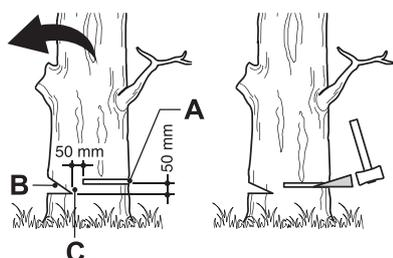

Fig. 37
Effectuez une entaille (fig. 37, B) d'une profondeur égale à 1/3 du diamètre de l'arbre, perpendiculairement au sens de la chute (fig. 37). Faites la coupe horizontale en premier. Ainsi, la chaîne et le guide-chaîne ne risqueront pas d'être coincés dans le bois lorsque vous ferez la deuxième entaille.
1. Le trait d'abattage (Fig. 37, A) doit être situé au moins 50 mm au-dessus de la ligne horizontale de l'entaille d'abattage (Fig. 37). et il doit être strictement parallèle à celle-ci. Laissez entre l'entaille et le trait d'abattage une épaisseur de bois assez conséquente pour pouvoir constituer une charnière. La charnière (Fig. 37, C) a pour but d'éviter que l'arbre ne pivote et tombe dans la mauvaise direction. Ne coupez pas à travers la charnière.